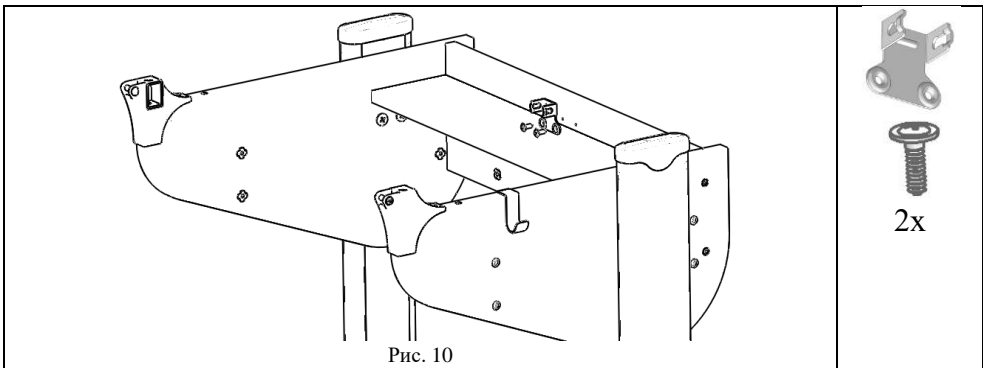

Рис. 10
5.4.1 К сборке по п. 5.3 прикрутить кронштейн нижний (поз.1, пакет №9а) при помощи саморезов с прессшайбой (поз.2, пакет №157а), см. рис.10.